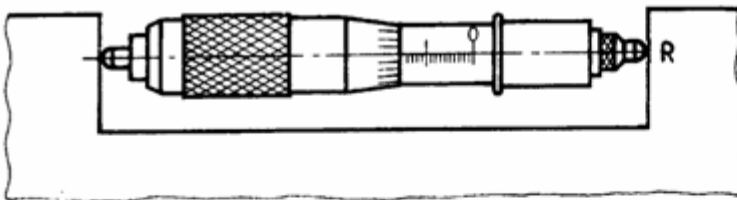

FIG. 5
- Micromètre d'intérieur à deux touches pour la mesure des cotes d'intérieur (fig 5)